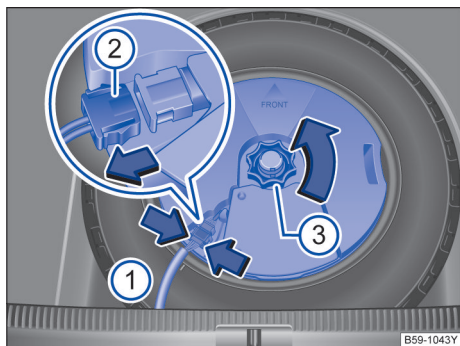

图 215 行李厢内：拆下重低音扬声器
- 用手捏住定位凸缘 → 图 215（箭头 ①）并压紧到止位，并断开连接插头 ②。
- 拔出连接插头 ②，并将拔出的导线放置一边。
- 将手轮 ③ 沿箭头方向拧出。